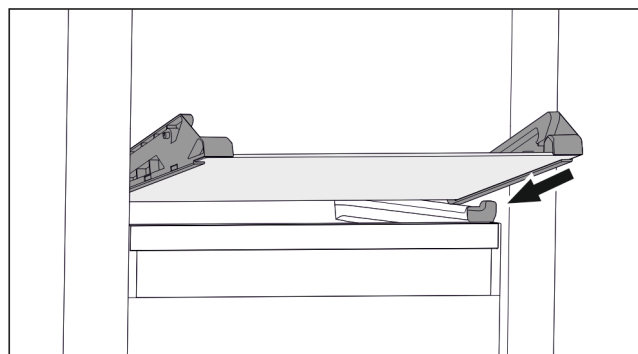

Fig. 109 Sklenená doska sklopnej zásuvky
- ▶ Nasad'te sklenenú dosku šikmo za zarážkami. (pozri Fig. 109)